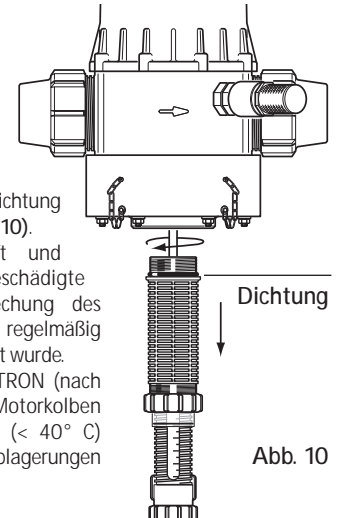

Abb. 10
- 1 - Wenn Sie lösliche Mittel zur Herstellung Ihrer Lösung verwenden, so wird empfohlen, das ganze Dosierenteil regelmäßig abzubauen (siehe § AUSWECHSELN DICHTUNGEN DES DOSIERTEILS), die Elemente mit reichlich klarem Wasser zu spülen und nach vorherigem Einfetten der Dichtung wieder zusammenzumontieren (Abb. 10).